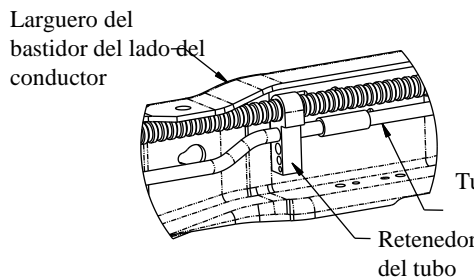
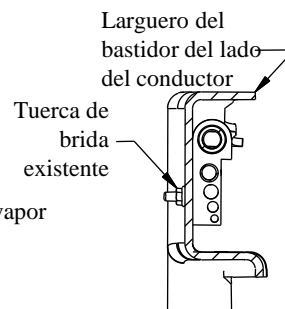

Figura 2a
Figura 2b
2. **En vehículos con motor de gas únicamente.** El tubo de vapor que va a lo largo del costado interior del larguero del bastidor del lado del conductor se debe reubicar antes de instalar el soporte del lado del conductor (ver la Figura 2a). Quitar la tuerca mariposa del exterior del bastidor y guardarla para uso posterior (ver la Figura 2b). Rotar todos los tubos hacia arriba y afuera del camino. Instale el soporte en L con piezas de 1/4", como se muestra en la Figura 2c. Apretar el soporte en L al bastidor, pero dejar el retenedor del tubo suelto como ayuda en la instalación del soporte. El retenedor del tubo se aprieta sobre el soporte en L en el paso 18.